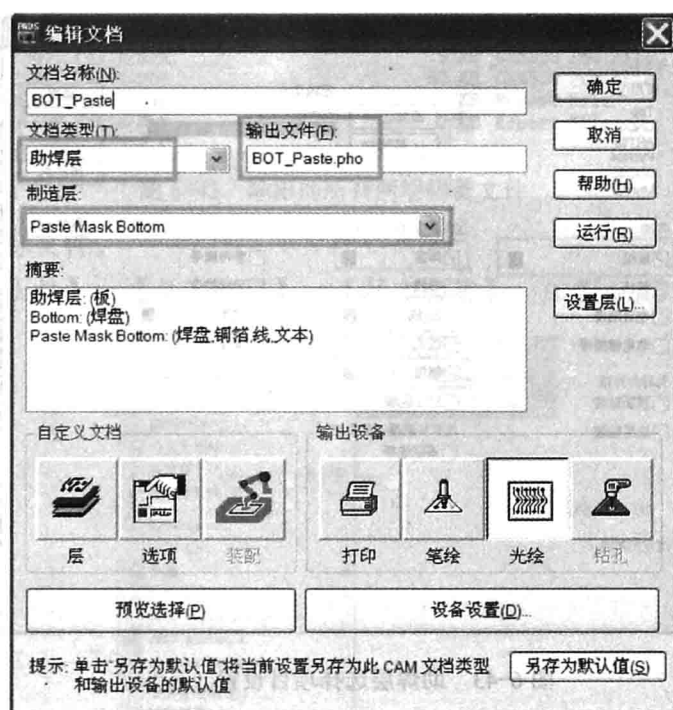
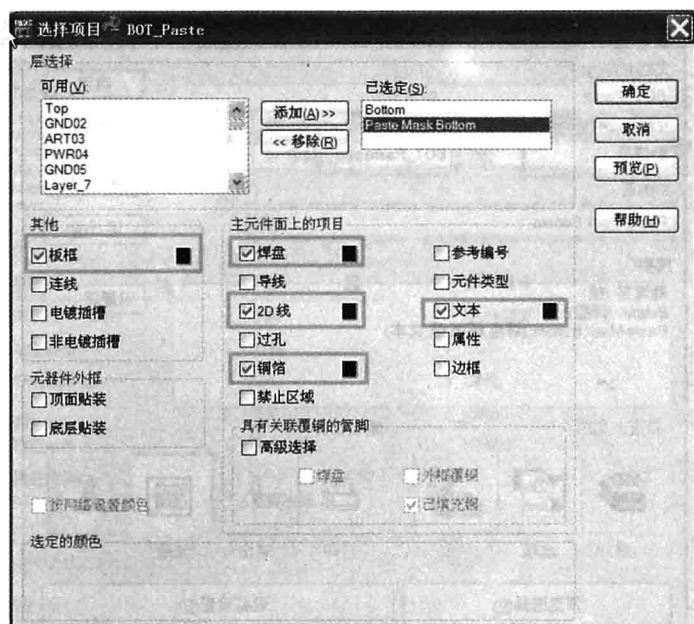

图 6-41 底层助焊层 CAM 文档设置
图 6-43 助焊层选择项目设置 (二)
(2) 在“定义 CAM 文档”对话框中，继续单击【添加】按钮，在弹出的“添加文档”对话框中进行设置。结果如图 6-41 至图 6-43 所示。